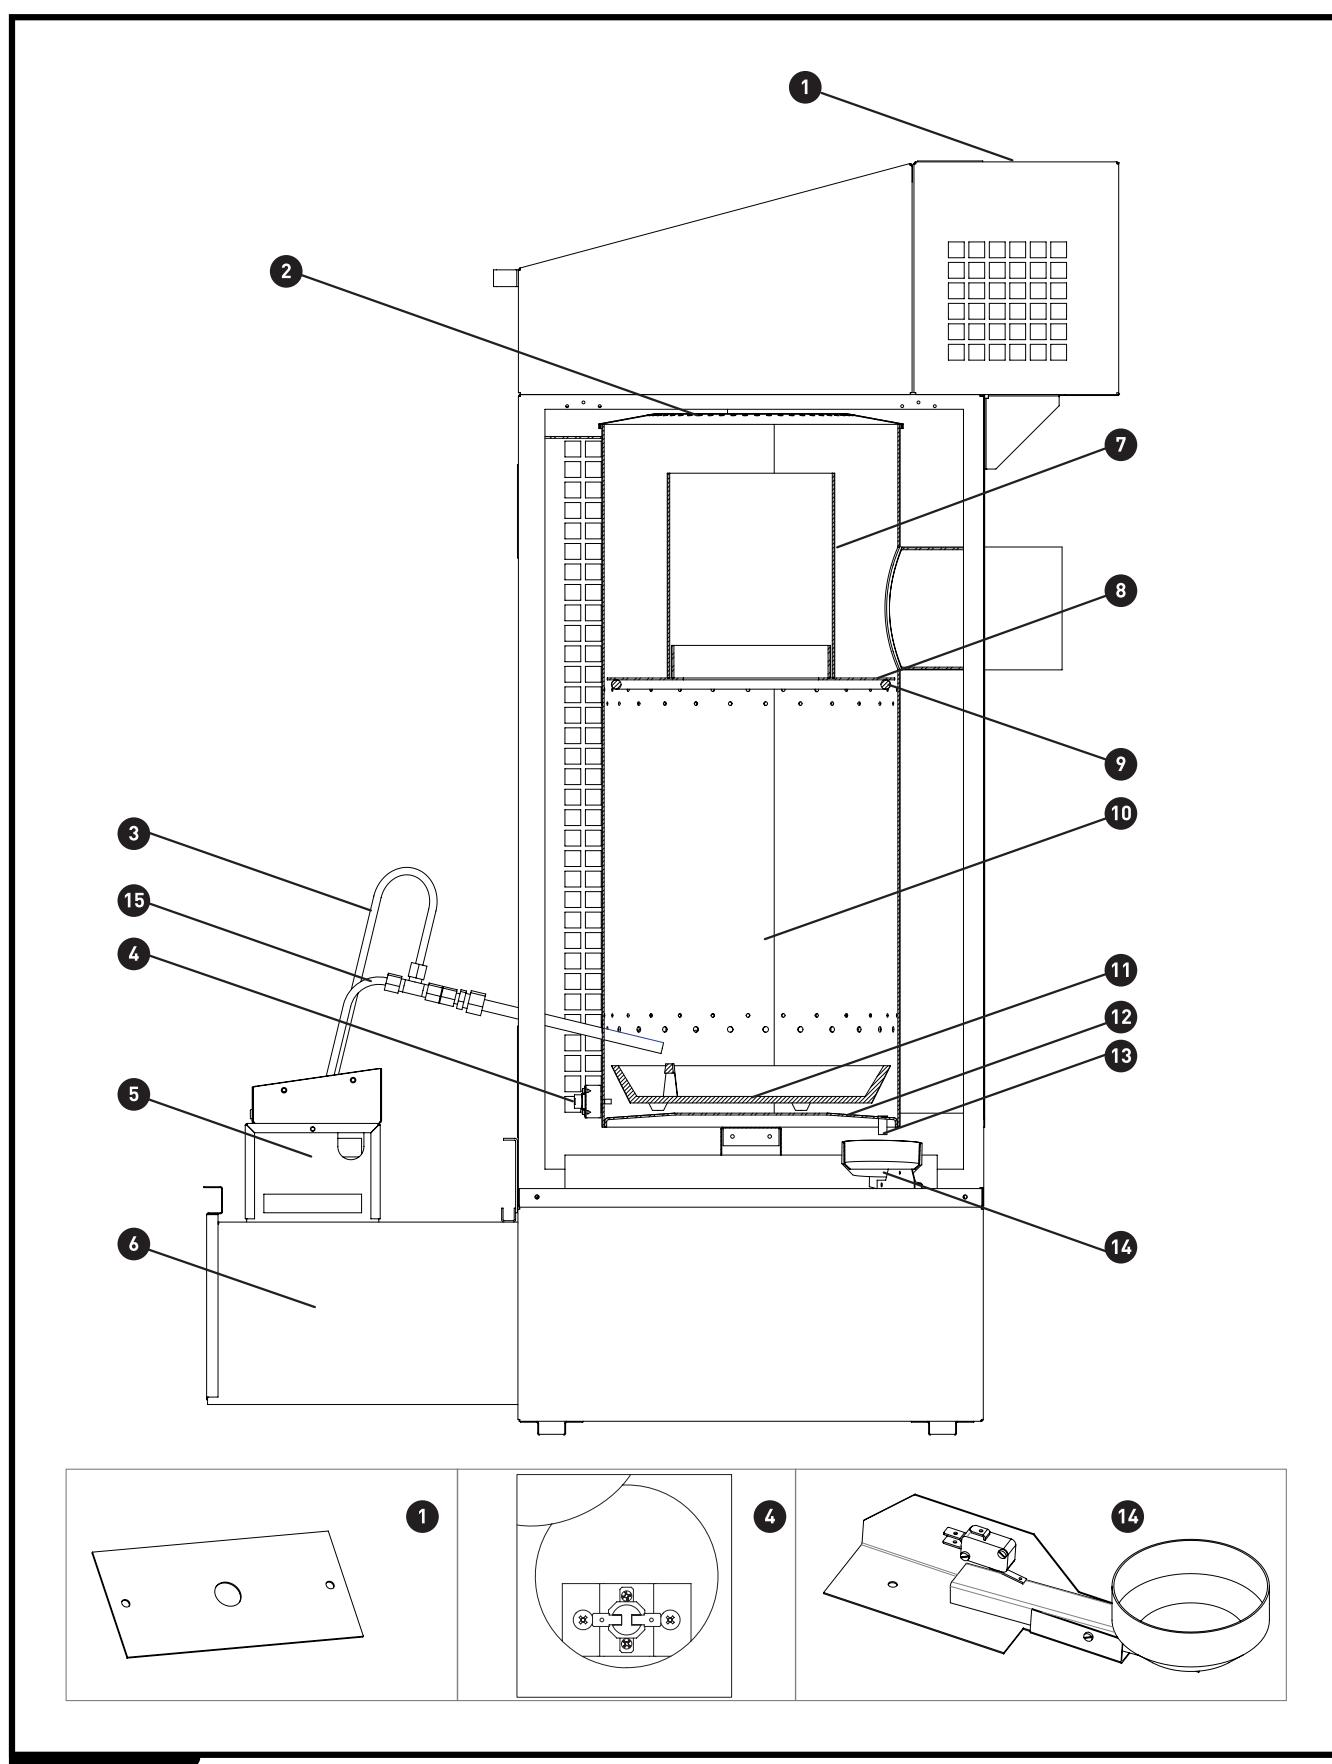

Fig. 1
► Биметалния термичен сензор (FIG1/p4), разположен на горивната камера реагира с контактно затваряне, когато температурата на пещта надвишава 40 °C и контактно отваряне, когато температурата спадне под 35 °C.
► Вторият биметален сензор (FIG1/p1) се намира в близост до вентилатора за въздух, и максималната му температура е 90 ° C. Отваряне на контактите в резултат на превишаване на прага на температурата предизвиква незабавен преход на пещта в режим на Прегряване
► Нагревателят също е снабден със сензор за тежестта поставен под горивната камера (FIG1/p14).
- Fig. 1 Строеж на нагревателя